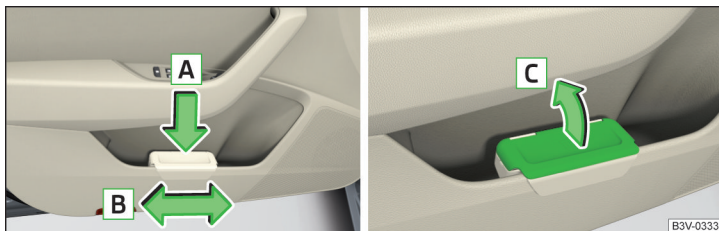

Abb. 112 **Abfallbehälter: einsetzen und verschieben / öffnen**
- › Den Abfallbehälter im hinteren Bereich in Pfeilrichtung **A** eindrücken » Abb. 112.
- › Den Abfallbehälter entgegen der Pfeilrichtung **A** herausnehmen » Abb. 112.
- › Den Deckel in Pfeilrichtung **C** anheben » Abb. 112.